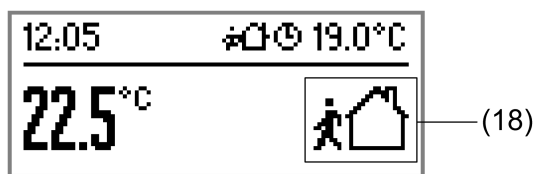
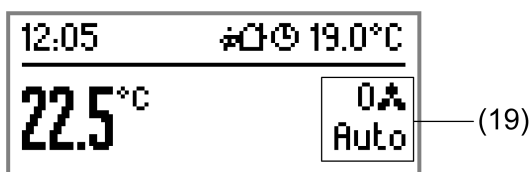

Bild 52: Beispiel einer 2-Bereichs-Anzeige mit Raumtemperatur in der Menüfläche und großem Betriebsmodus-Symbol
Bild 53: Beispiel einer 2-Bereichs-Anzeige mit Raumtemperatur in der Menüfläche und Lüfterstufenanzeige
Rechtsbündig in der Menüfläche wird im Normalfall der Reglerbetriebsmodus in Form eines großen Symbols (18) signalisiert (Bild 52), sofern der integrierte Regler oder die Reglernebenstelle aktiviert ist. Alternativ zum Betriebsmodus-Symbol kann an dieser Stelle die Lüfterstufe und die Lüfterbetriebsart (19) eines Gebläsekonvektors angezeigt werden (Bild 53). Dazu muss die manuelle Lüftersteuerung freigeschaltet sein (siehe Seite 196-197).